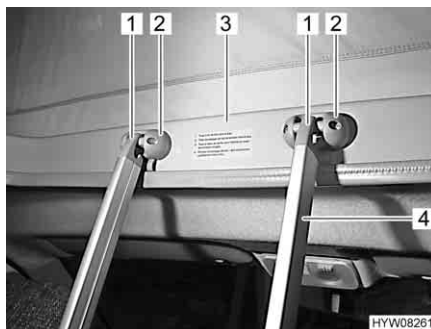

Fig. 66 Scaletta di accesso
Per accedere al letto sul tetto a soffietto utilizzare sempre la scaletta di accesso (Fig. 66,4) montata di serie.
- Agganciare la scaletta con i due archetti (Fig. 66,1) nelle graffe (Fig. 66,2) del telaio (Fig. 66,3) del tetto a soffietto.